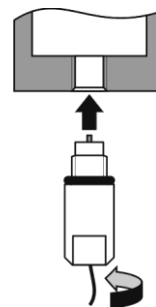

Рис.1
4.3 Ввернуть электрод в предназначенное для него гнездо в арматуре или ячейке гидроблока (рис.1).